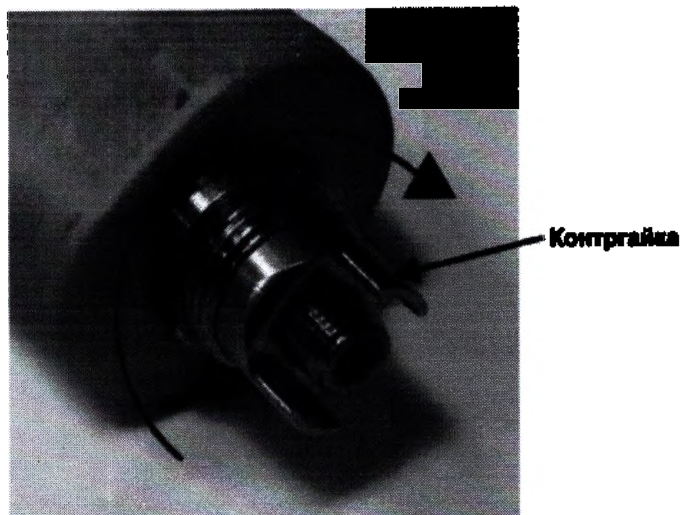

Рис. 4.5: Контргайка закручена по часовой стрелке
- Убедитесь, что контргайка на порте корпуса манипулы полностью закручена по часовой стрелке (см. рис. 4.5).